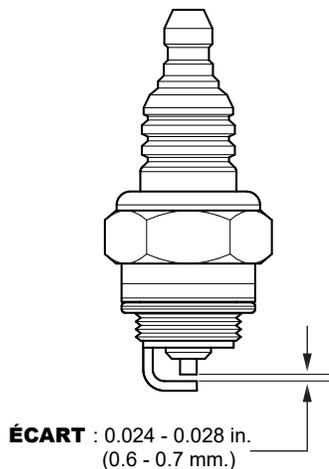

Figure 28. Écart entre les bougies d'allumage
- Retirez et nettoyez la bougie d'allumage (Figure 28), puis réglez l'écart d'allumage à 0,024-0,028 pouce (0,6-0,7 mm). Cet appareil est doté d'un allumage électronique, qui ne nécessite aucun réglage.